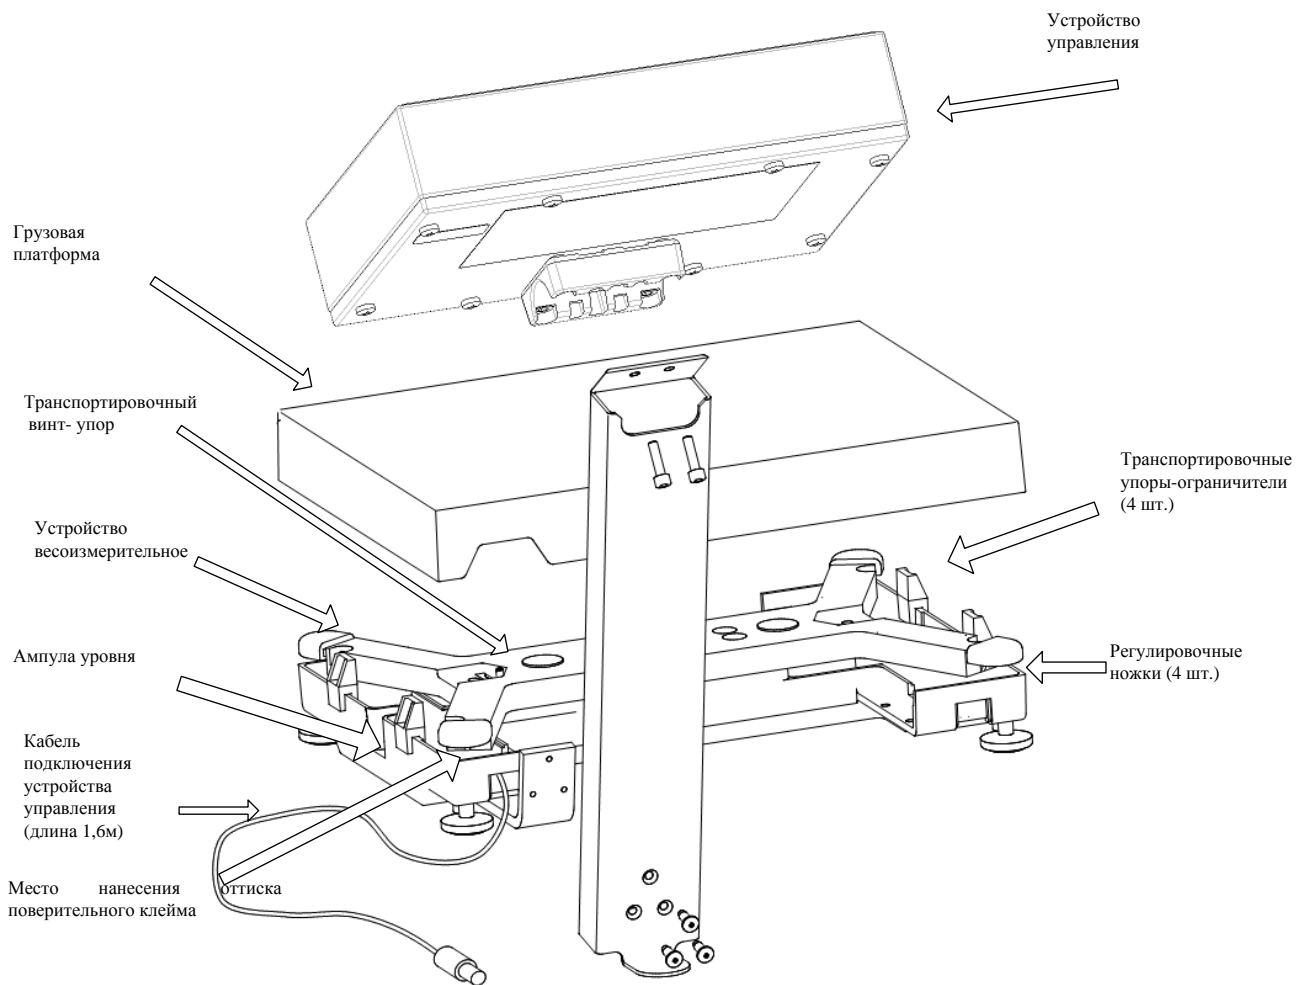

Рис. 5.1 - Весы МК\_AB21,МК\_AB21(RUEW)
Конструкция весов представлена на Рис. 5.1.
6.2 Снять грузоприемную платформу с весов и убрать транспортировочные упоры-ограничители (Рис. 5.1).
- нанести на весы оттиск поверительного клейма (см. Рис. 5.1);